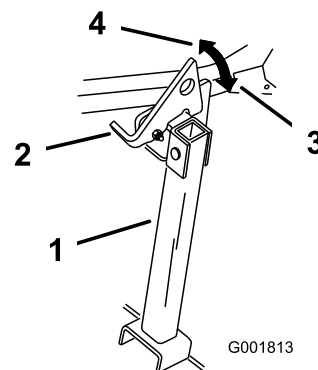

Figura 36
2. Levante el enganche a la posición DESBLOQUEADA (Figura 36).